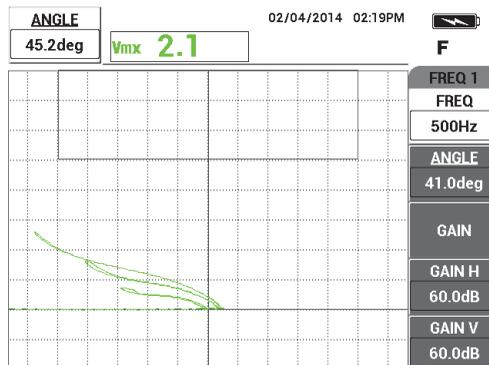

Figure 5-4 Signal d'entrefer le plus près possible de la position horizontale
6. Appuyez sur la touche ANGLE (◁ ▷). Par défaut, le paramètre **ANGLE** est réglé en mode de réglage rapide. Appuyez sur la touche d'entrée (✓) pour le faire passer en mode de réglage précis. Réglez la valeur du paramètre **ANGLE** à l'aide de la molette de réglage jusqu'à ce que le signal d'entrefer soit aussi près que possible de la position horizontale (voir la Figure 5-4 à la page 139).